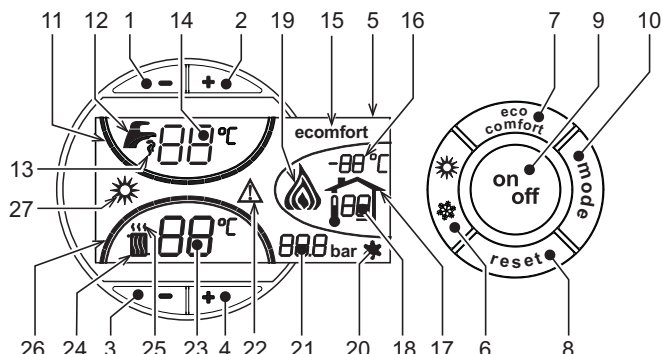
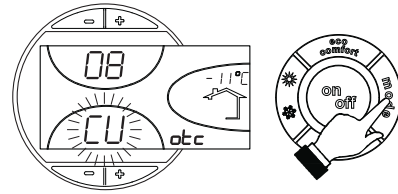

fig. 1 - Pannello di controllo
fig. 11 - Curva di compensazione
La richiesta riscaldamento (generata da Termostato Ambiente o Cronocomando Remoto) è indicata dal lampeggio dell'aria calda sopra il radiatore (part. 24 e 25 - fig. 1).
Le tacche di graduazione riscaldamento (part. 26 - fig. 1), si accendono man mano che la temperatura del sensore riscaldamento raggiunge il valore impostato.
La richiesta sanitario (generata dal prelievo d'acqua calda sanitaria) è indicata dal lampeggio dell'acqua calda sotto il rubinetto (part. 12 e 13 - fig. 1). Accertarsi che sia attiva la funzione Comfort (part. 15 - fig. 1)
Le tacche di graduazione sanitario (part. 11 - fig. 1), si accendono man mano che la temperatura del sensore sanitario raggiunge il valore impostato.
Quando il riscaldamento del bollitore è attivo (impostazione di default), sul display è attivo il simbolo COMFORT (part. 15 - fig. 1), mentre quando è disinserito, sul display è attivo il simbolo ECO (part. 15 - fig. 1)
Il bollitore può essere disattivato dall'utente (modalità ECO) premendo il tasto eco/comfort (part. 7 - fig. 1). Per attivare la modalità COMFORT premere nuovamente il tasto eco/comfort (part. 7 - fig. 1).
Premere il tasto **on/off** (part. 9 - fig. 1) per 1 secondo.
Quando la caldaia viene spenta, la scheda elettronica è ancora alimentata elettricamente. È disabilitato il funzionamento sanitario e riscaldamento. Rimane attivo il sistema antigelo. Per riaccendere la caldaia, premere nuovamente il tasto **on/off** (part. 9 - fig. 1) per 1 secondo.
- Premere il pulsante ON/OFF (9 - fig. 1).
Premere il tasto **estate/inverno** (part. 6 - fig. 1) per 1 secondo.
Il display attiva il simbolo Estate (part. 27 - fig. 1): la caldaia erogherà solo acqua sanitaria. Rimane attivo il sistema antigelo.
Per disattivare la modalità Estate, premere nuovamente il tasto **estate/inverno** (part. 6 - fig. 1) per 1 secondo.
Agire sui **tasti riscaldamento** (part. 3 e 4 - fig. 1) per variare la temperatura da un minimo di 30 °C ad un massimo di 80°C.
Agire sui **tasti sanitario** (part. 1 e 2 - fig. 1) per variare la temperatura da un minimo di 10°C ad un massimo di 65°C.
Quando viene installata la sonda esterna (opzionale) sul display del pannello comandi (part. 5 - fig. 1) è visualizzata l'attuale temperatura esterna rilevata dalla sonda esterna stessa. Il sistema di regolazione caldaia lavora con "Temperatura Scorrevole". In questa modalità, la temperatura dell'impianto di riscaldamento viene regolata a seconda delle condizioni climatiche esterne, in modo da garantire un elevato comfort e risparmio energetico durante tutto il periodo dell'anno. In particolare, all'aumentare della temperatura esterna viene diminuita la temperatura di mandata impianto, a seconda di una determinata "curva di compensazione".
Con regolazione a Temperatura Scorrevole, la temperatura impostata attraverso i tasti riscaldamento (part. 3 e 4 - fig. 1) diviene la massima temperatura di mandata impianto. Si consiglia di impostare al valore massimo per permettere al sistema di regolare in tutto il campo utile di funzionamento.
Premendo una volta il tasto **mode** (part. 10 - fig. 1) viene visualizzata l'attuale curva di compensazione (fig. 11) ed è possibile modificarla con i **tasti sanitario** (part. 1 e 2 - fig. 1).